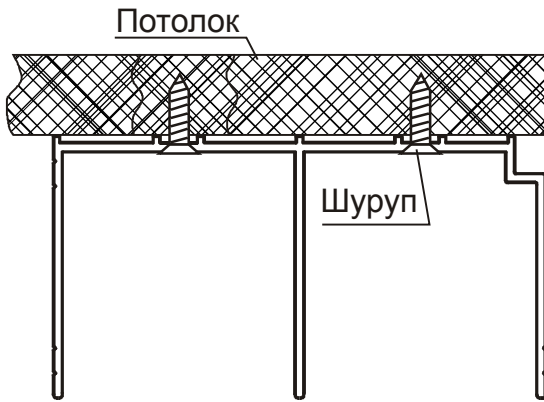

Рисунок 8
- шурупами закрепляются верхнее и нижнее направляющие к дну и потолку шкафа (рис.8,9). Шаг крепления 300 мм. ;